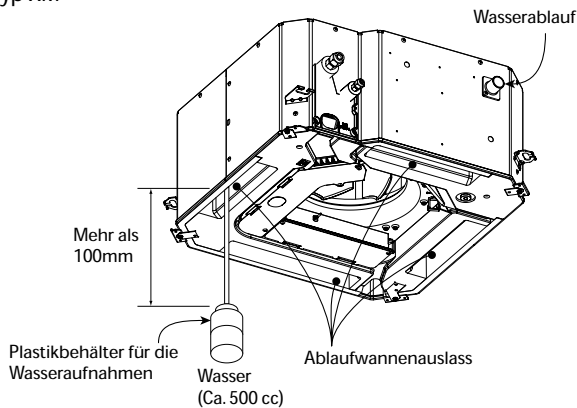

Abb. 3-12
- (1) Den Stromversorgungsanschluss zum Hauptklemmenbrett (Klemmen R, S) im Innern des Gehäuses für die elektrischen Komponenten herstellen.
- (2) Vorsichtig ungefähr 1200 cc (Typ X) oder 500 cc (Typ XM) Wasser in die Ablaufwanne gießen, um den Ablauf zu überprüfen. (Abb. 3-12)